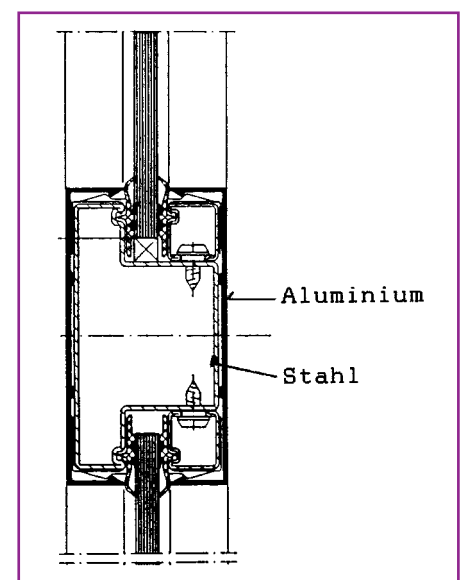

Bild 12: Stahl-Alu-Verbindung
- Aluminium als Ummantelung für das Stahlprofil bei Rauschutztüren, Schaufenstern, großen Eingangstüren usw. aus architektonischen/optischen Gründen (Bild 12).